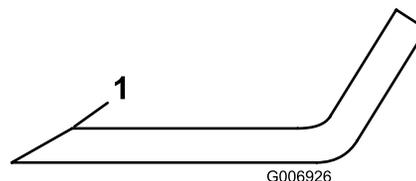

Figura 61
3. Controllate i taglienti di tutte le lame, e affilatele se fossero ottusi o scheggiati. Affilate soltanto la parte superiore del tagliente e mantenete l'angolo di taglio originale per garantire l'affilatezza (Figura 61). La lama rimane bilanciata soltanto se viene rimossa una quantità uguale di metallo da entrambi i taglienti.